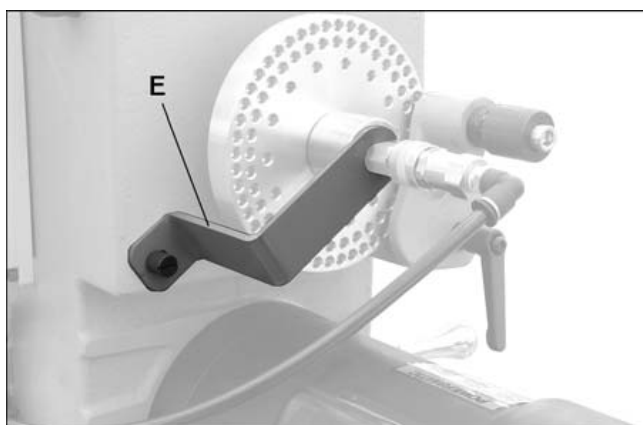

Рис. 13
4. Установите крепежную скобу (Е, Рис. 13) при помощи винта. Это предотвратит выпадение адаптера во время вращения шпинделя.